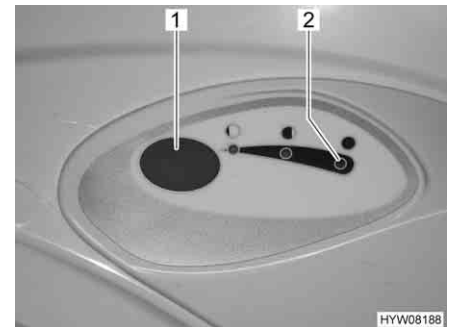

Fig. 191 Pulsante dello sciacquone/spia di controllo toilette Thetford
- Per sciacquare premere il pulsante blu (Fig. 191,1).
La spia di controllo (Fig. 191,2) si accende quando il serbatoio fecale deve essere svuotato.